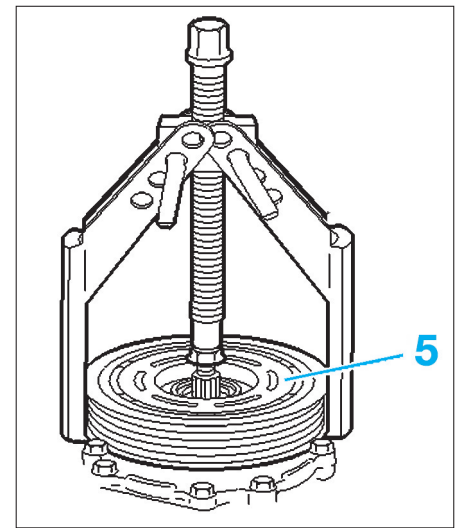

FIG. 9
- Mettre en place un extracteur et extraire la poulie (5) (Fig.9).